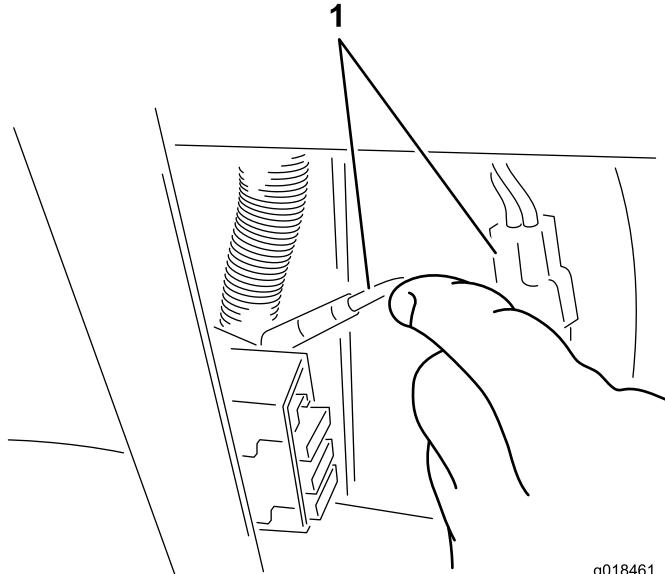

Figure 28
9. Branchez le faisceau de câblage du groupe de refroidissement au connecteur AUX du faisceau de câblage situé sur le porte-fusibles (Figure 28).